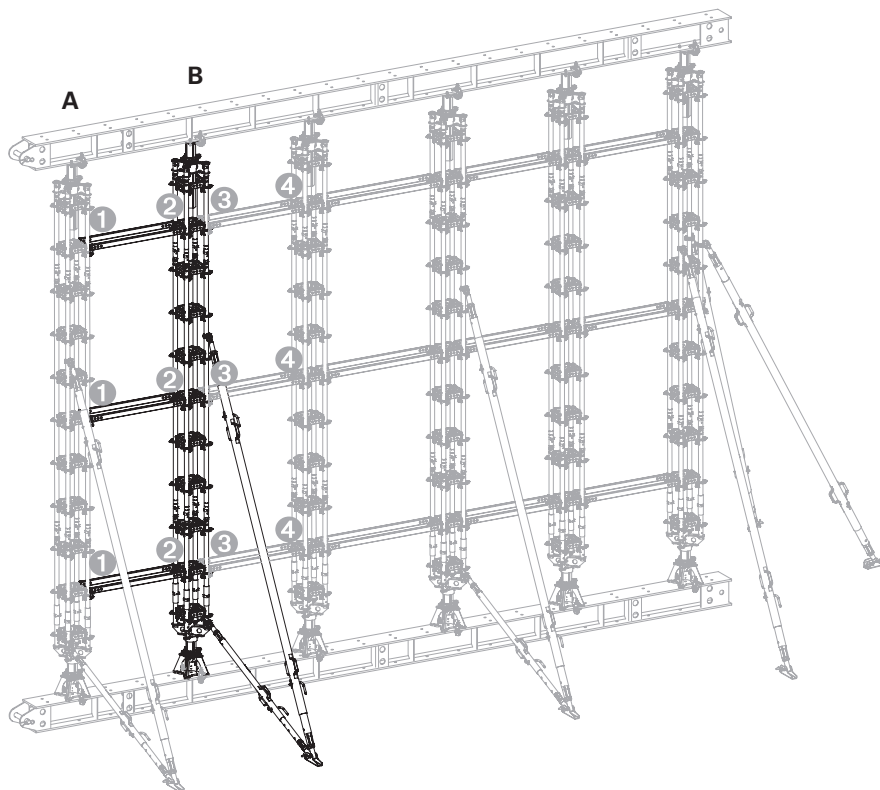

Fig. A7.02
5. Martellare i cunei ① in posizione. (Fig. A7.02)
6. Rilasciare i cunei ⑤.